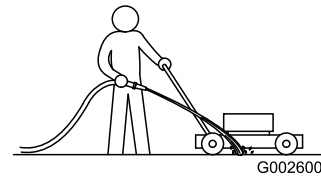

Figure 36
1. Mettez le moteur en marche après avoir amené la machine sur une surface revêtue plane et dirigez un jet d'eau devant la roue arrière **droite** (Figure 36).